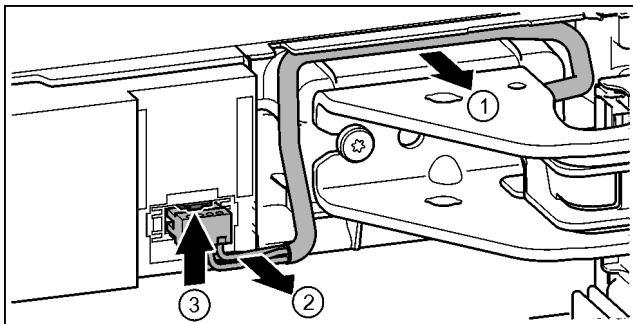

Fig. 18
- ▶ 将托架上方电缆小心地从导向装置上松开。 Fig. 18 (1)
- ▶ 小心地将电缆线从导管拉出。 Fig. 18 (2)
- ▶ 向上按住接片，并小心地拉出插头。 Fig. 18 (3)